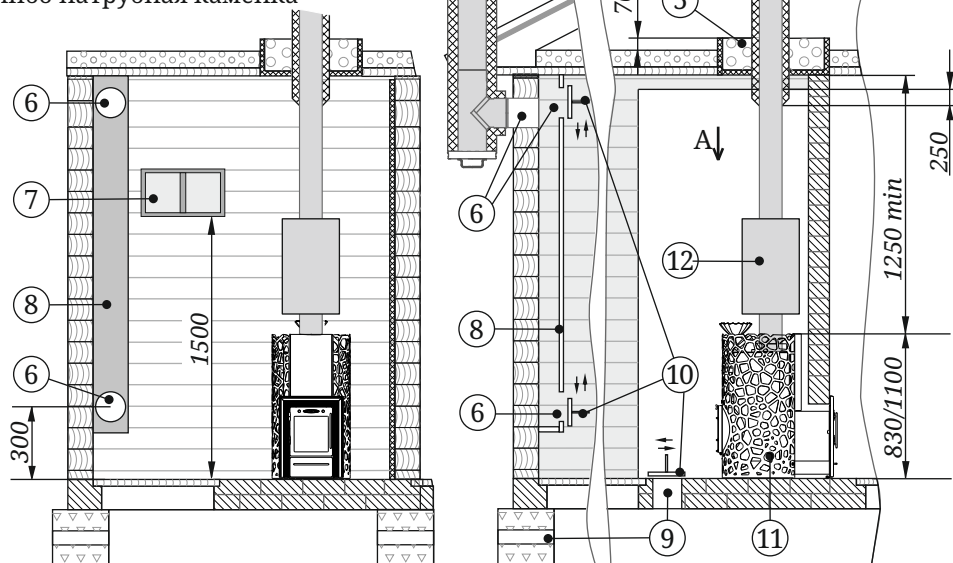

Рисунок 3. Схема монтажа печи
- пол из горючих и трудногорючих материалов перед дверцей топки — металлическим листом размером 700×500 мм (рисунок 3).
Для обеспечения хорошего воздухообмена, вентиляции и обеспечения оптимальных кондиций русской паровой бани, в парной необходимо организовать приточно-вытяжную вентиляцию (см. рисунок 3).